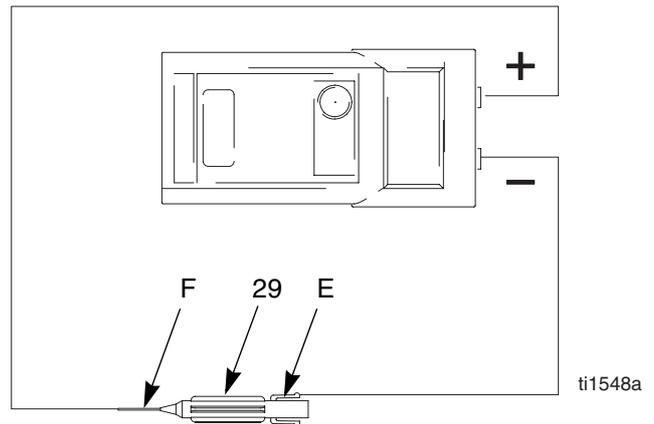

Abb. 9. Elektrode
4. Elektrode (29) ausbauen; siehe Seite 27. Den Widerstand zwischen dem Kontakt (E) und dem Elektrodendraht (F) messen. Der Widerstand sollte zwischen 20 und 30 Megaohm liegen. Liegt der Widerstand außerhalb dieses Bereichs, muß die Elektrode ausgewechselt werden. Siehe Abb. 9.